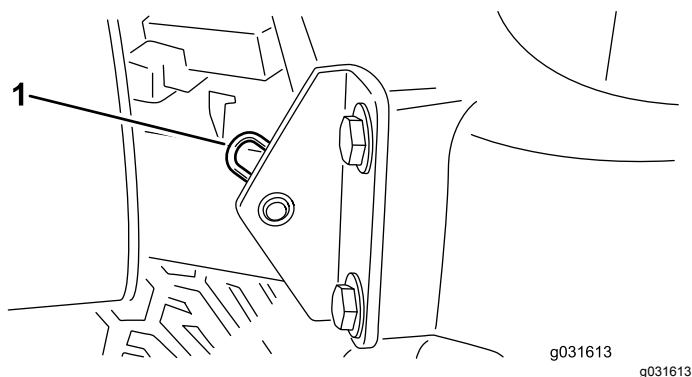

Figura 61
2. Togliete la coppiglia che fissa il perno del cofano alle staffe di montaggio (Figura 61).